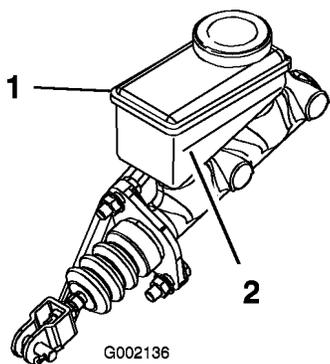

Figura 50
2. Examine a parte lateral do reservatório. O nível deverá encontrar-se acima da linha Mínima (Figura 50). Se o nível de fluido for baixo, limpe a zona em torno da tampa, retire-a, e encha o reservatório um pouco acima da linha Mínima. Não encha demasiado.